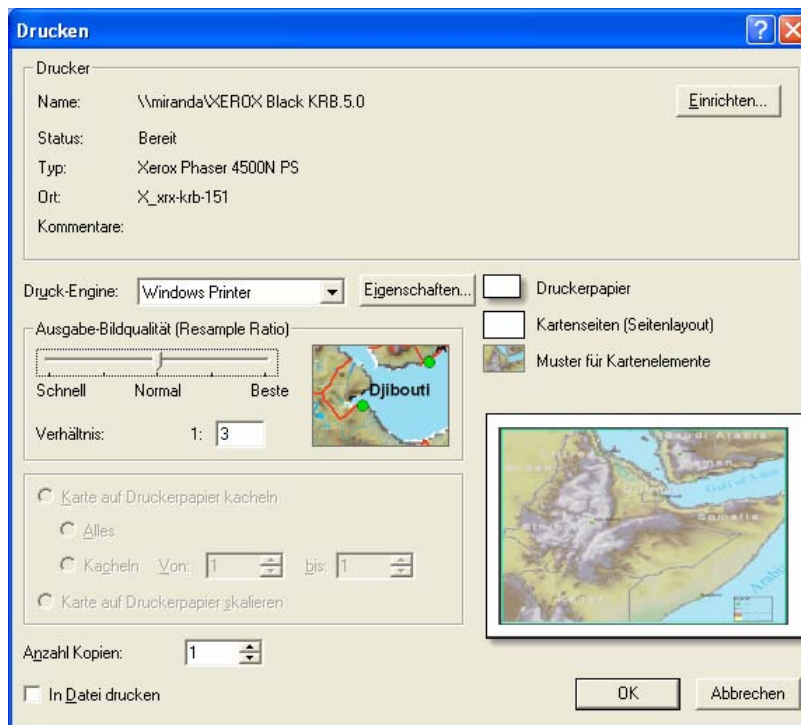

Abbildung 5: Der Dialog *Drucken* in ArcMap.
- die Option *In Datei drucken* (siehe Abschnitt 4.3.4 und Abbildung 5).